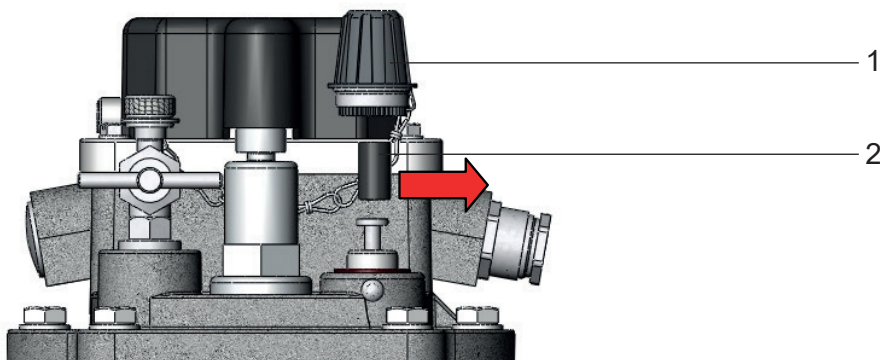

Figure 3 - Enlever le dispositif de sécurité de transport
- Dévisser le grand écrou borgne (Fig. 3/ n° 1)
- Enlever le dispositif de sécurité de transport (Fig. 3/ n° 2) du grand écrou borgne